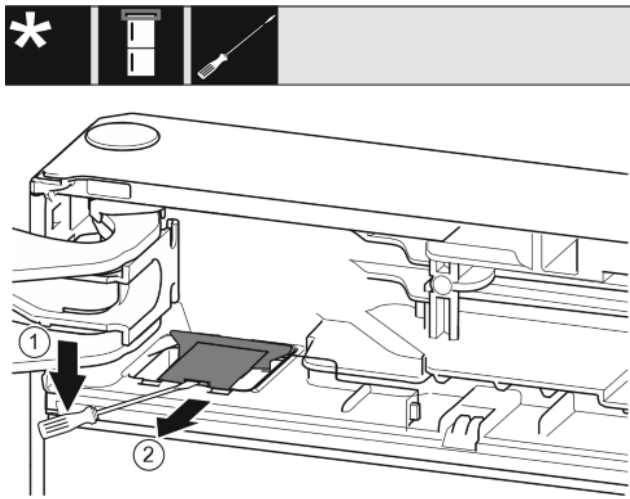

Fig. 8
- ▶ Используя шлицевую отвертку, освободите и поднимите крышку. Fig. 8 (1)
- ▶ Извлеките крышку. Fig. 8 (2)